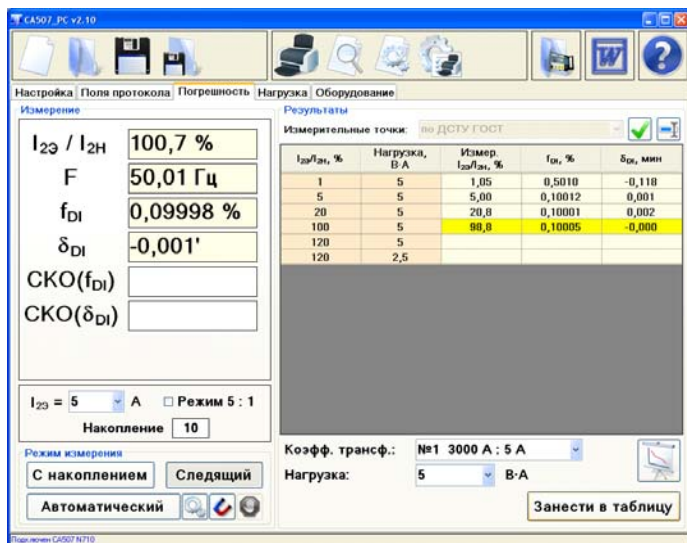

Рисунок 2.11
1) Для подготовки к измерению щелкнуть по вкладке "Погрешность" (рисунок 2.11).